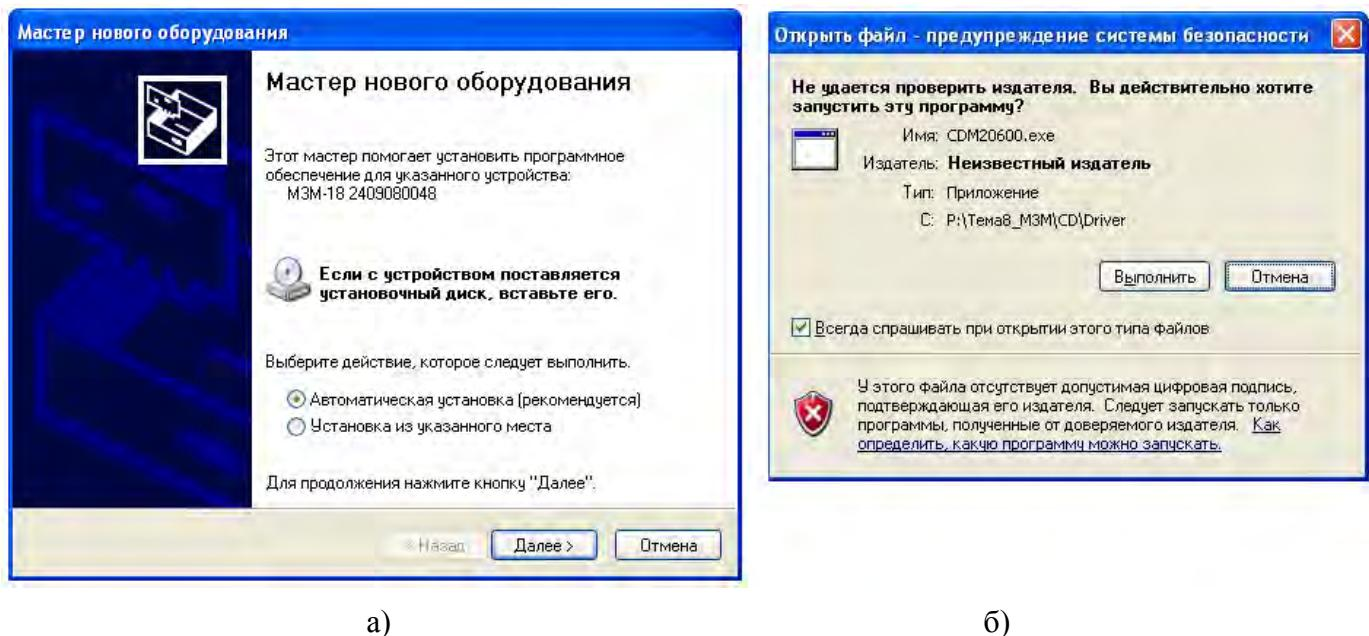

Рисунок 3.1 – Диалоговые окна подключения нового оборудования
– подключить измеритель к USB порту ЭВМ при помощи кабеля USB 2.0 (A-B). При подключении к USB порту измеритель включается автоматически. Через несколько секунд на экране ЭВМ отобразится сообщение об обнаружении нового устройства, а затем окно «Мастера нового оборудования» с предложением пользователю установить драйвер устройства (рисунок 3.1, а);
- открыть файл «CDM 20600.exe» (установочный файл драйвера компании FTDI), расположенный на CD в папке «FTDI\ Windows XP». Через несколько секунд на экране ЭВМ отобразится окно «Предупреждения системы безопасности» (рисунок 3.1, б);